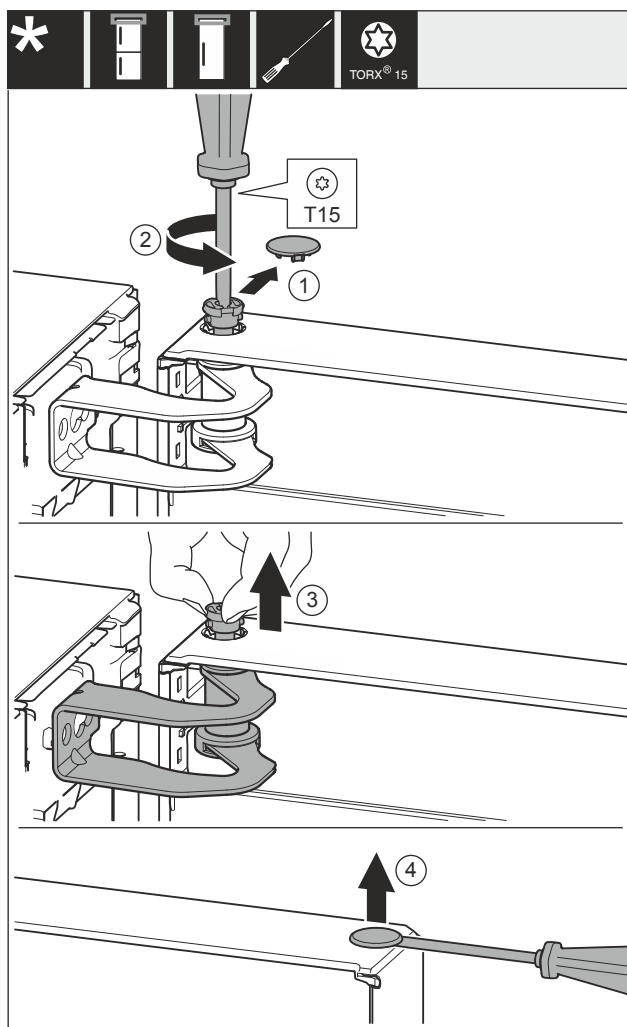

Fig. 24
- Rimuovere con cautela la copertura Fig. 24 (1).
- Estrarre di un passo i perni Fig. 24 (2) con un cacciavite.
- Estrarre i perni Fig. 24 (3) con le dita.
- Sollevare la copertura Fig. 24 (4) con cautela con un cacciavite e rimuoverla.